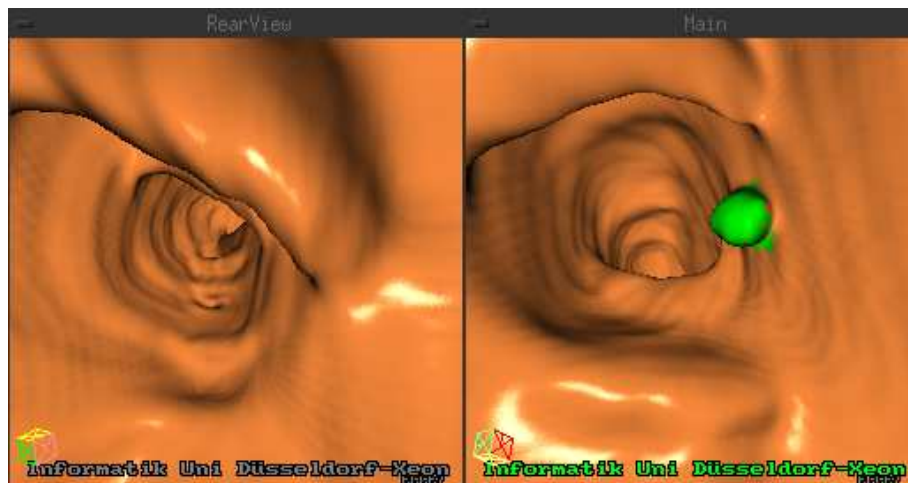

Abbildung 3.12: Rückspiegelansicht
Mit Hilfe des Ankreuzfeldes ☐ Readview können Sie im Bereich (3) eine rückwärts gerichtete 3D-Ansicht statt der kleinen XY-Schichtansicht anzeigen lassen (s. Abbildung 3.12).